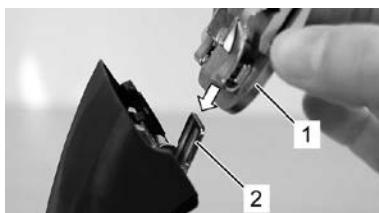

Fig. 15
6. Monter det foretrukne skærehoodet på bladhængslet og vip det på plads på den tændte klipper med et let tryk (Fig. 15, 16, 17).